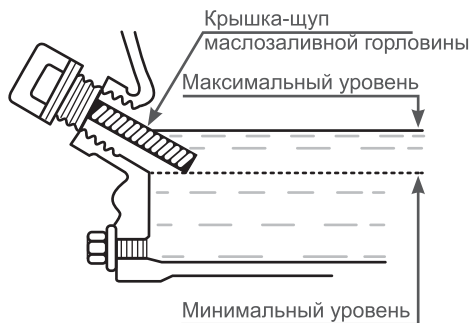

Рис. 19 Проверка уровня масла в картере
Максимальный уровень масла в камере соответствует нижней кромке заливного отверстия (Рис. 19).
4. Аккуратно извлеките щуп и осмотрите его. Уровень масла должен соответствовать верхней отметке на щупе. При недостаточном уровне масла в картере необходимо долить чистое масло до верхней отметки на щупе, что соответствует нижней кромке заливного отверстия (Рис. 19).